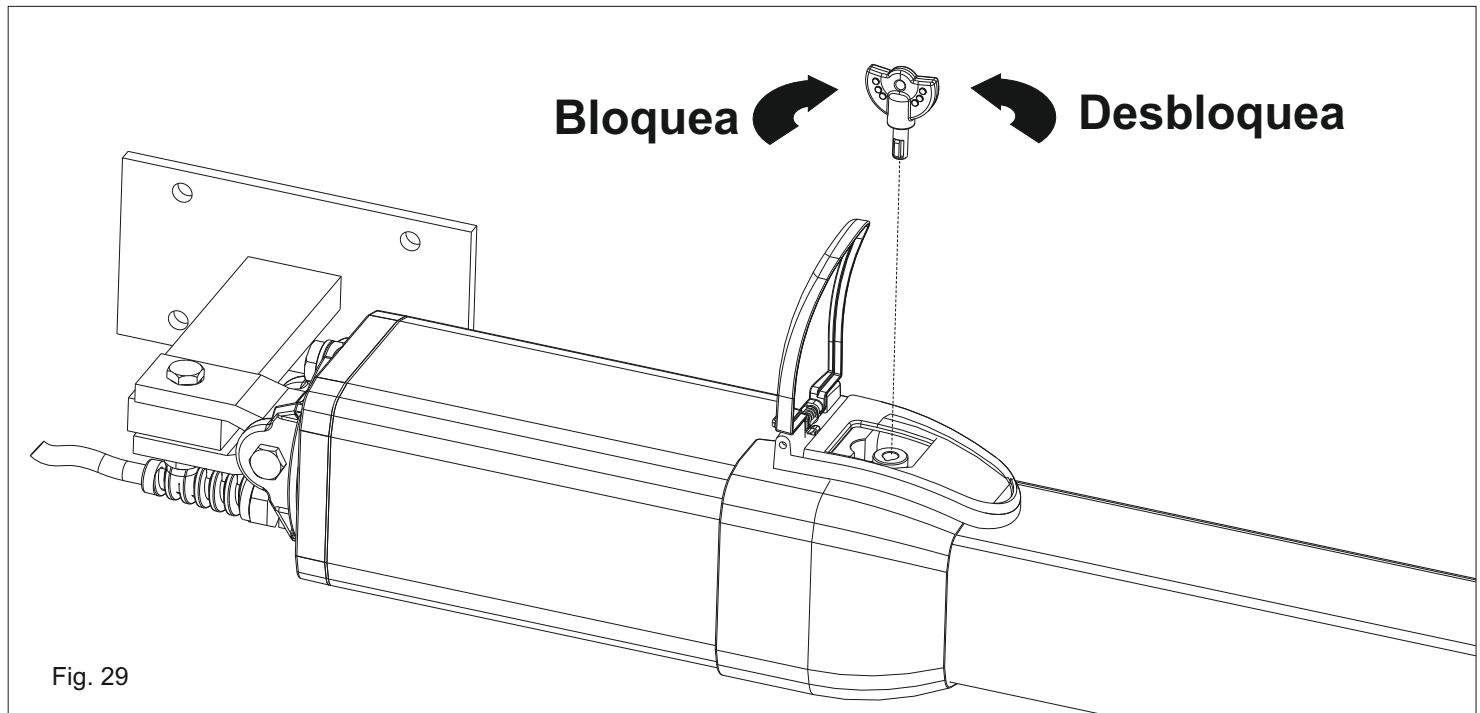

Fig. 29
-Insertar la llave y girarla en sentido antihorario 180 grados (Fig.29).
-Insertar la llave y girarla en sentido horario hasta el cierre (Fig.29).